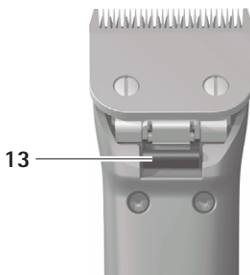

Fig. 4
- **Presionar el bloqueo del cabezal de corte 13, ver Fig. 4.**